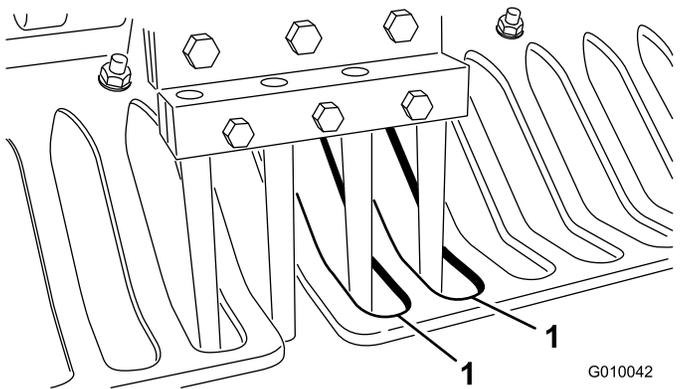

Bild 27
7. Stellen Sie sicher, dass die Tines mit der Mitte der Abstände in den Rasenschutzvorrichtungen ausgerichtet sind (Bild 27). Stellen Sie die Rasenschutzvorrichtungen ggf. ein und ziehen Sie die Muttern fest.